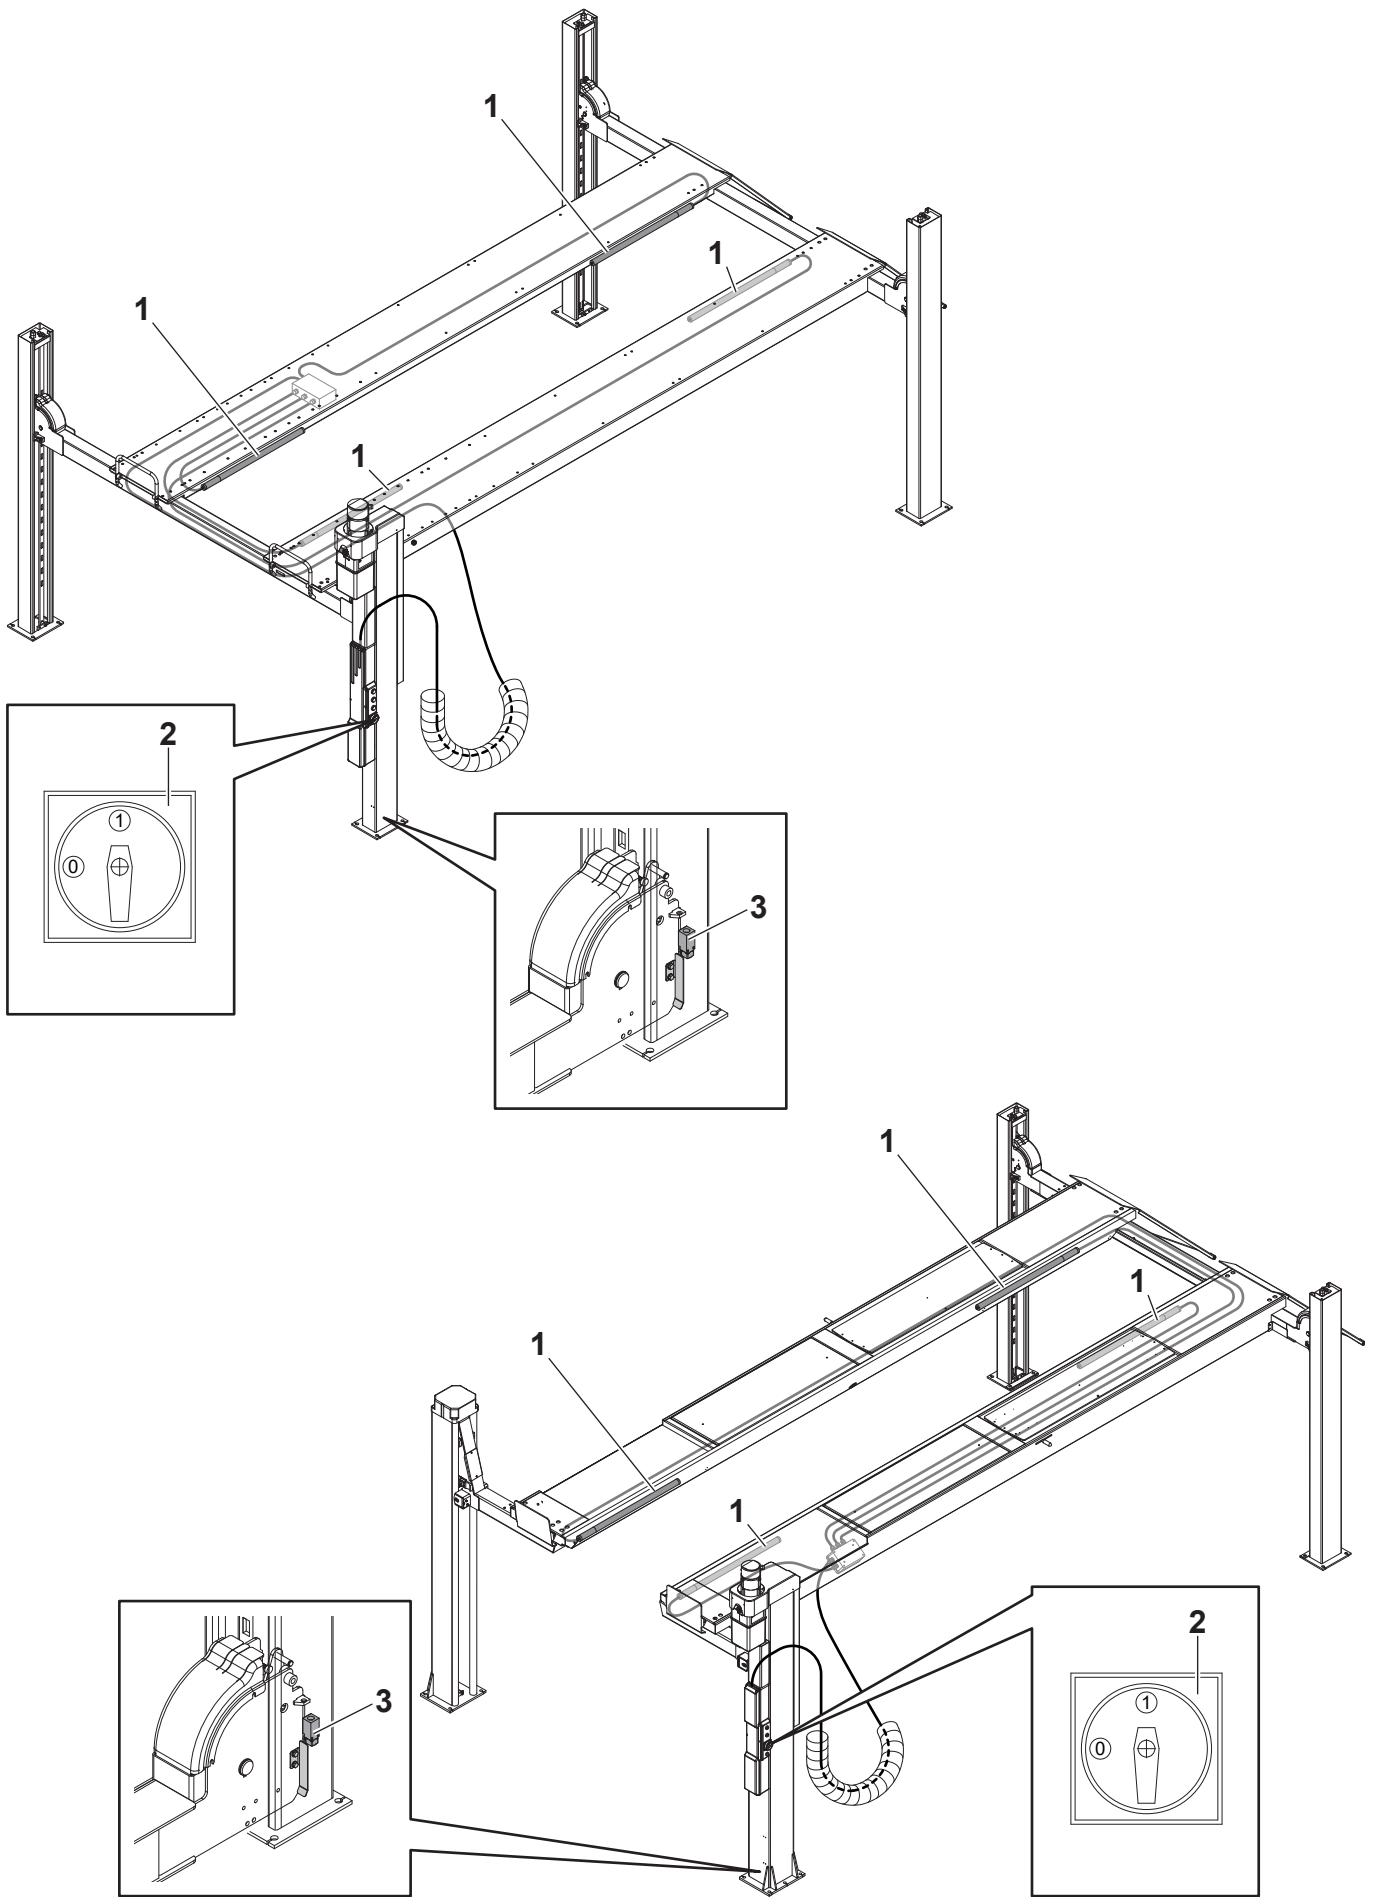

Fig. 7
Il gruppo di illuminazione si attiva ruotando l'interruttore generale (2) (Fig. 7) in posizione "1".
The lighting unit is activated by turning the main switch (2) (Fig. 7) to "1".
Um die Beleuchtungsgruppe zu aktivieren, muss der Hauptschalter (2) (Abb. 7) in die Position „I“ gedreht werden.
Le groupe d'éclairage s'active en tournant l'interrupteur général (2) (fig. 7) en position « 1 ».
El grupo de iluminación se activa girando el interruptor general (2) (Fig. 7) a la posición «I».